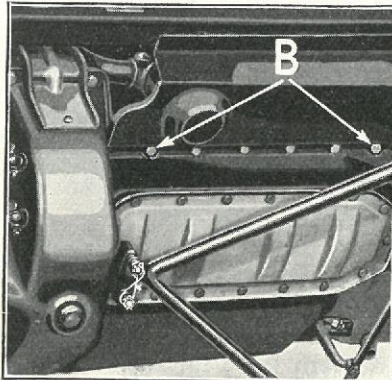

Fig. 27
- 24 Aftagning af højre Oliebakke.** Løs de to Krumtaphusbolte »B« (Fig. 27) og fjern Oliebakken.